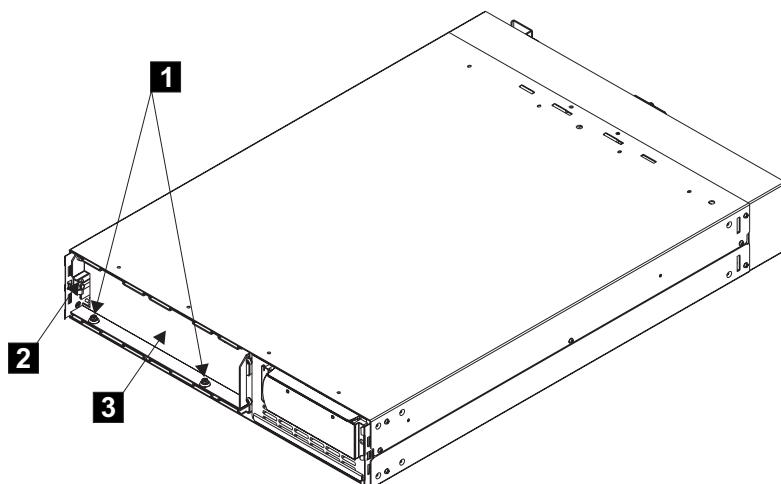

図 222. バッテリーの保持ブラケットの取り外し
- a. 2 つのボルト **1** (551 ページの図 222) を取り外します。